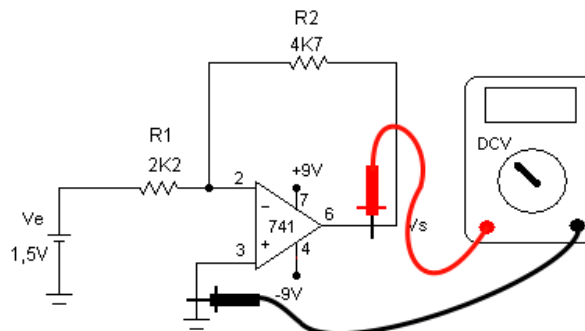
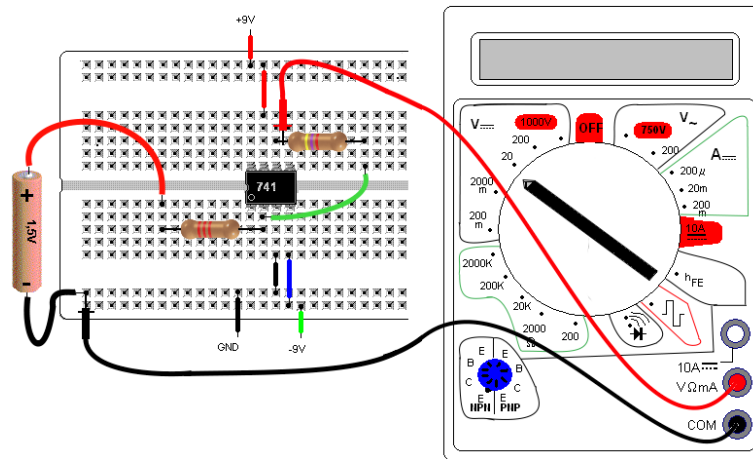

Figura 2: Circuito experimental - amplificador inversor com $V_e = 1,5 \text{ V}$
Figura 3: Circuito experimental com inversor - *layout* na MP
1. Para o circuito da Figura 2 calcule o ganho (A_{vf}) e em seguida a tensão na saída. Anote esses valores como $A_{vf}(\text{calc.})$ e $V_s(\text{calc.})$.
2. Monte o circuito da Figura 2 na MP de acordo com a sugestão da Figura 3. Meça o valor exato da tensão da pilha e anote como $V_e(\text{efetivo})$. Meça a tensão de saída e anote.